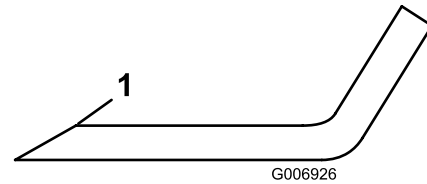

Figura 70
3. Inspeccione los filos de corte de todas las cuchillas. Afílelos si están romos o tienen mellas. Afíle únicamente la parte superior del filo y mantenga el ángulo de corte original para asegurar un filo correcto (Figura 70). La cuchilla permanecerá equilibrada si se retira la misma cantidad de metal de ambos bordes de corte.